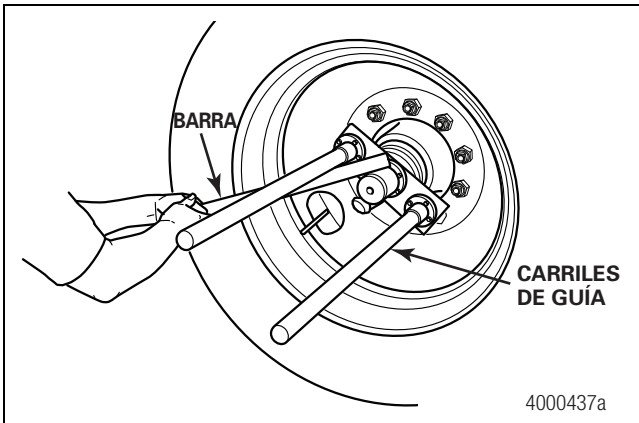

Figura 2.30
6. Rosque los carriles de guía en la espiga del eje. Apriete los carriles con una barra. Figura 2.30.